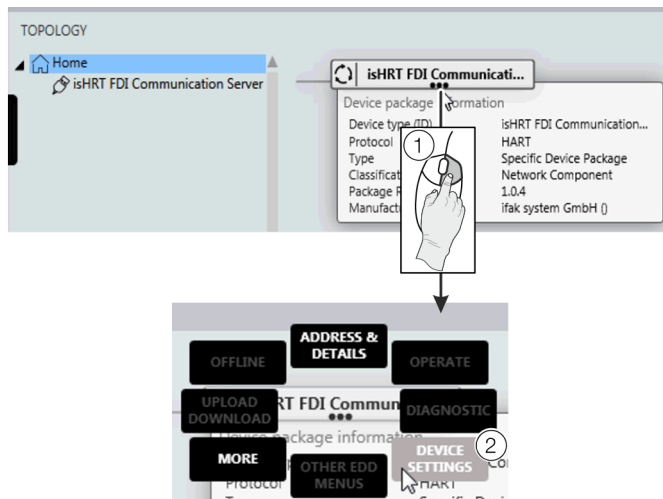

Figura 29: FIM – Selezionare “Device Settings”
6. Con il pulsante destro del mouse ①, fare clic come illustrato nella **Figura 29**.
7. Selezionare “DEVICE SETTINGS” ② come nella **Figura 29**.